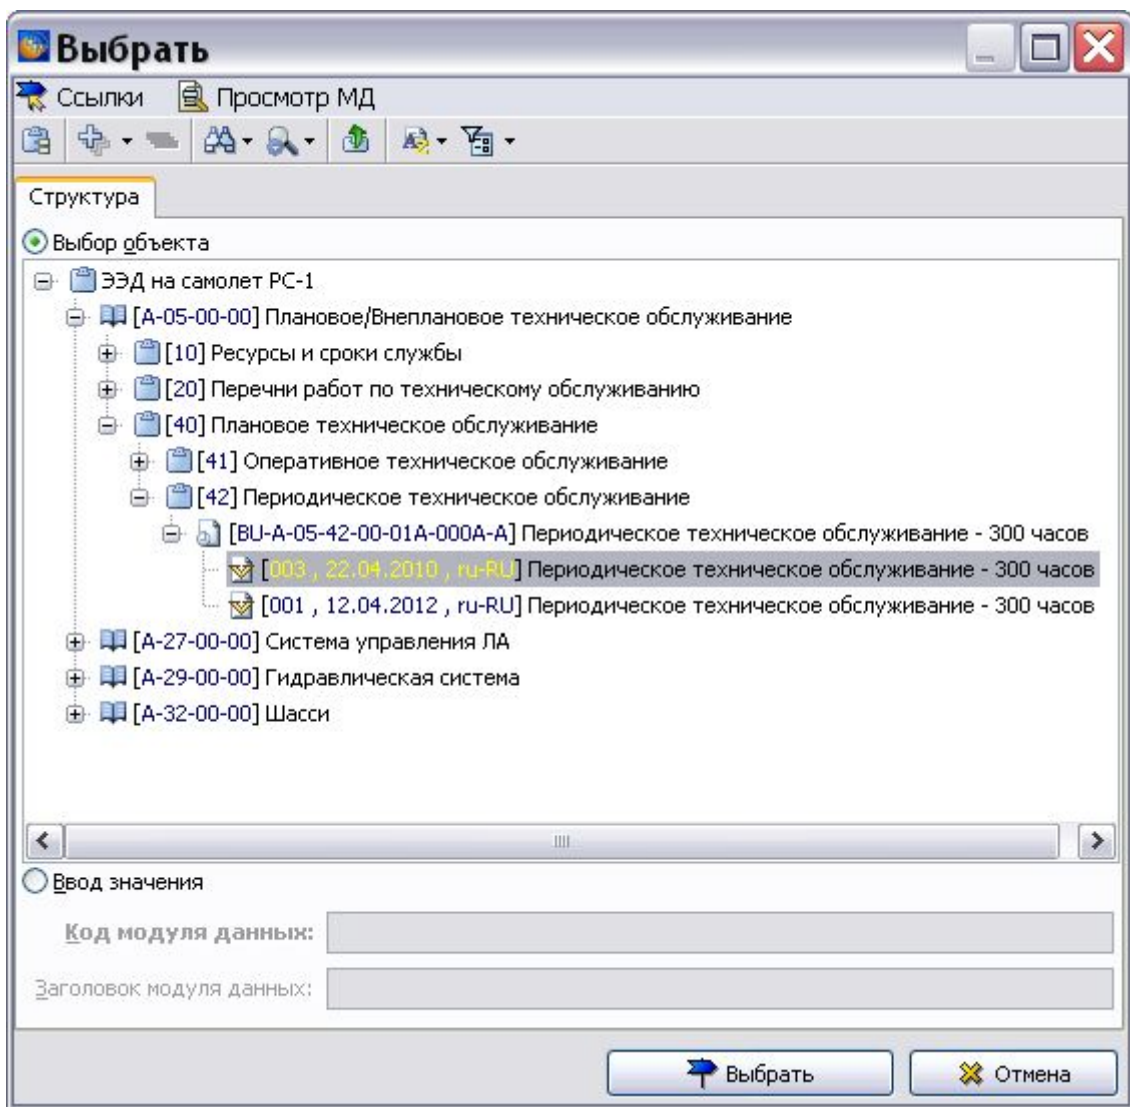

Рис. 8.166
1. Включите радиокнопку **Работы и формы ТО**. После этого откроется окно **Выбрать** (Рис. 8.166).